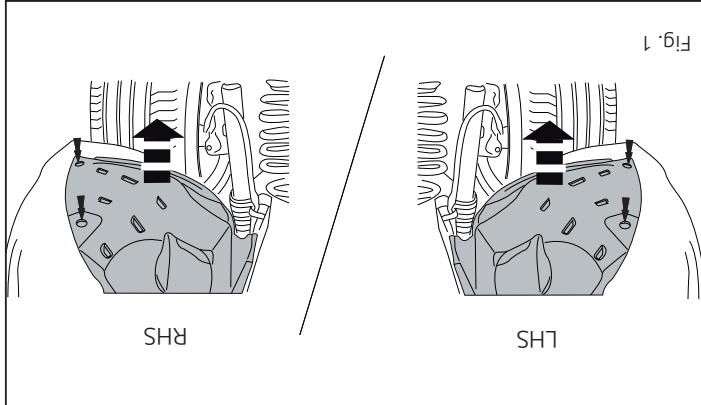

Fig. 1
1. Remove the plastic protective caps. See figure 1.
1. Die Kunststoffschutzkappen abmontieren. Siehe Abbildung 1.
1. Démontez les caches de protection en plastique. Voir la figure 1.
1. Demonter kunststofbeskyttelseskapperne. Se fig. 1.
1. Снять пластмассовые защитные колпаки. См. рисунок 1.
1. Zdemontować kołpaki zabezpieczające wykonane z tworzywa sztucznego. Patrz rysunek 1